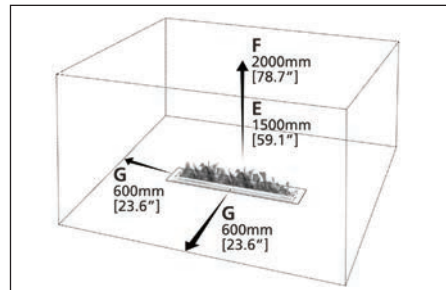

Fig. 4
B. « EMPLACEMENT DU BRULEUR SANS FOYER » (Fig.4)